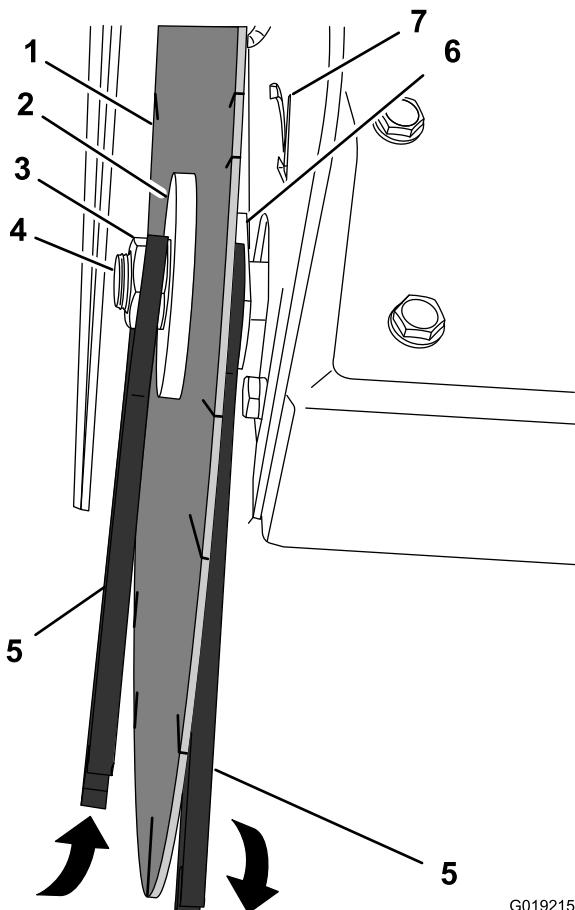

Figura 16
| 1. Sección delantera del protector del disco | 7. Coloque una llave sobre las caras del anillo interior y la otra sobre la tuerca del eje. Retire la tuerca del eje girándola en sentido antihorario (Figura 16). |
7. Coloque una llave sobre las caras del anillo interior y la otra sobre la tuerca del eje. Retire la tuerca del eje girándola en sentido antihorario (Figura 16).